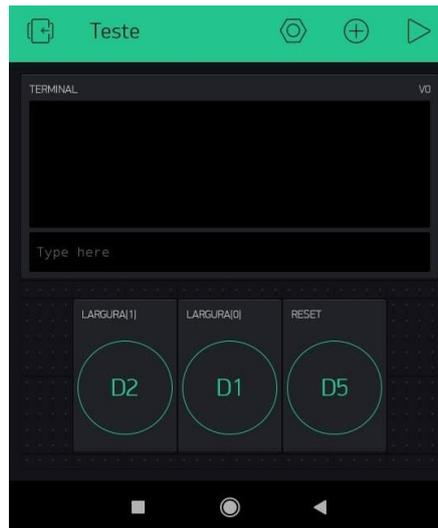

Figura 8 – Tela do projeto Blynk para controle do servo.
- m) Inicialmente, modifique o projeto do Blynk usado na experiência anterior para a seguinte configuração de *widgets* (vide figura 8):